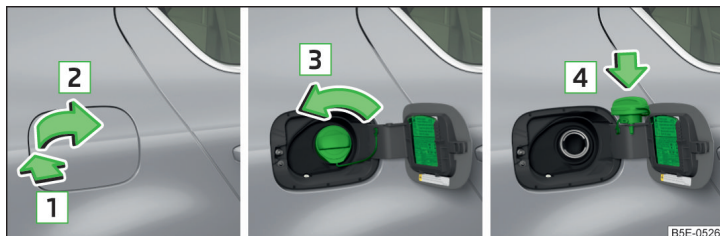

Fig. 311 Ouvrez la trappe du réservoir / Dévissez le bouchon du réservoir / Placez le bouchon du réservoir sur la trappe du réservoir
- Pour retirer le cache, appuyez dessus dans le sens de la flèche **1** et retirez-le dans le sens de la flèche **2** » fig. 311.